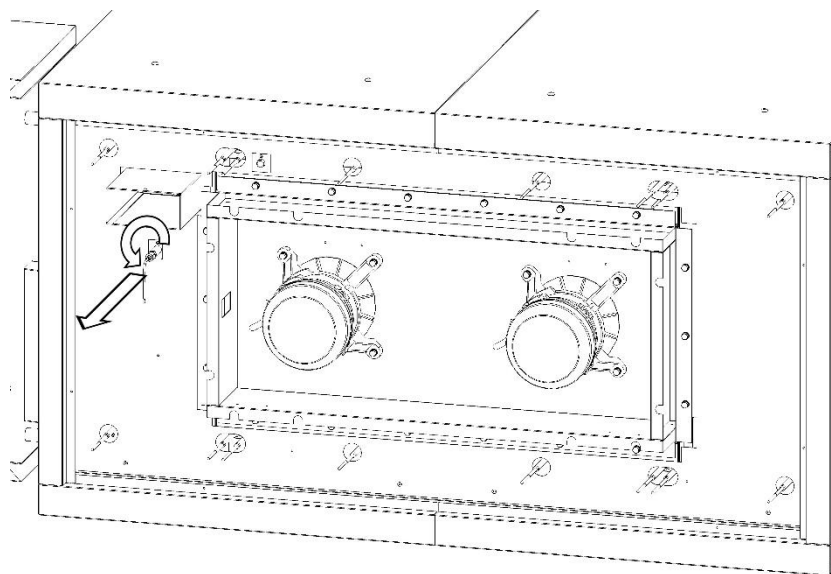

Fig.11B
- 5.Con una llave de 12 mm, soltar la tuerca de fijación del soporte y retirar la sonda (Fig.11B).